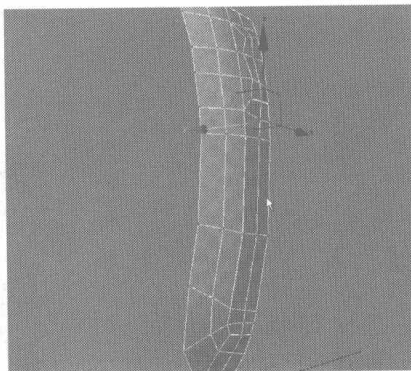

图 3.75
- 09** 继续在适当的位置添加一些细分线，并调整该面上的节点，效果如图 3.75 所示。